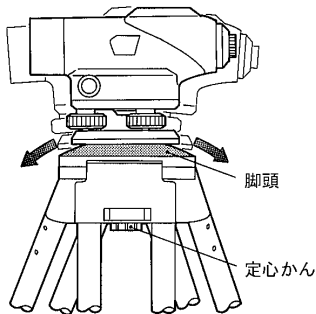

図 4.3
5) 機械を脚頭にのせ、定心かんで固定します。(図 4.3)